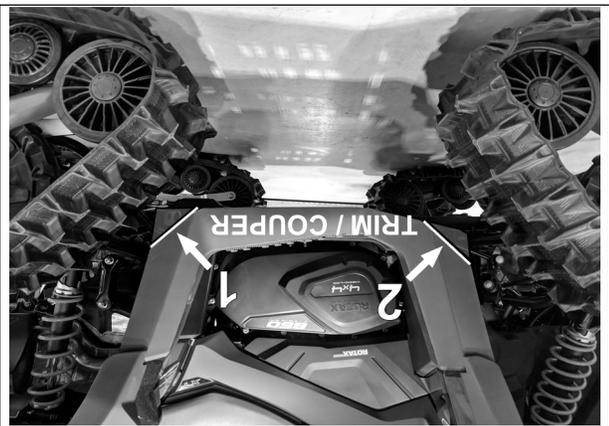

Fig. 19
1. Pour éviter tout contact possible entre les systèmes de traction et les marche-pieds du véhicule, les coins extérieurs des marche-pieds doivent être modifiés (découpe). Cette modification permettra d'éviter tout dommage à l'esthétique du véhicule ou aux systèmes de traction. Voir la Fig. 19